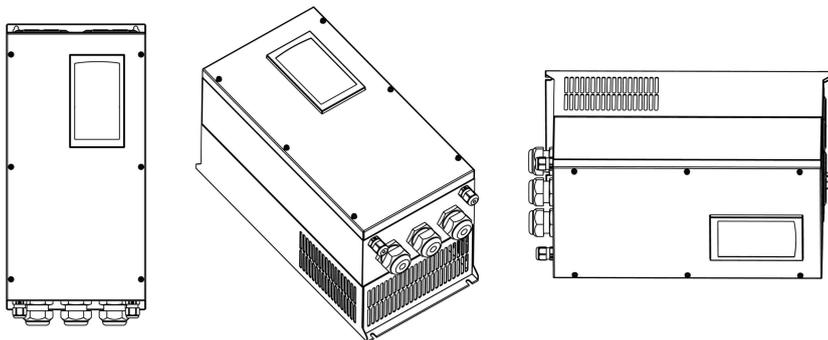
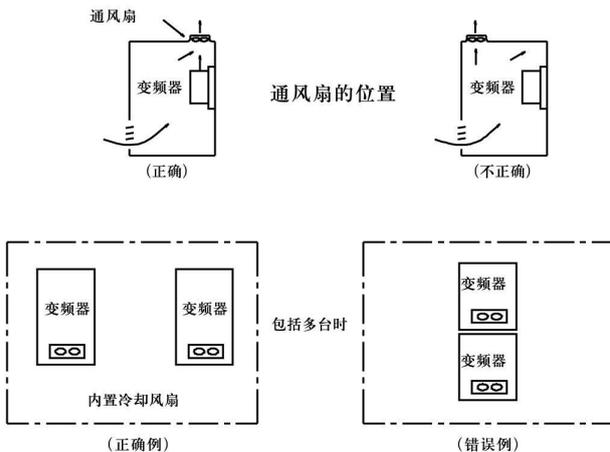

图 1-4 变频器垂直安装示意图
图 1-5 变频器安装在控制柜内示意图
- 变频器装在控制柜内，应保证控制柜与外界通风流畅。请垂直安装变频器，便于热量向上散发，不能倒置（详见图 1-4）；若柜内有较多变频器时，为保证变频器的散热空间最好将变频器并排安装；在需要上下安装时，请安装隔热导热板（详见图 1-5）。